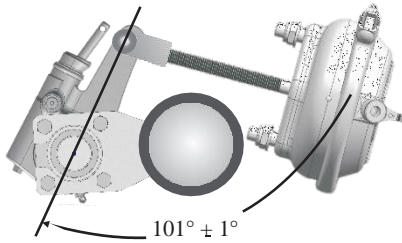

FIGURA 34
- Con los frenos sueltos, verifique si el ángulo formado por la varilla y la palanca ajustadora es de $101^\circ \pm 1^\circ$ (Figura 34). Todas las palancas ajustadoras deberán tener el mismo ángulo;